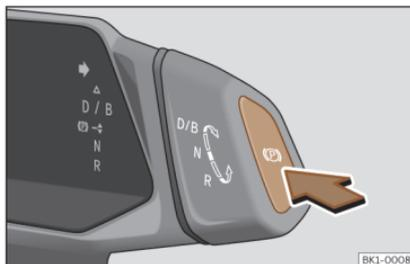

Fig. 118 En el selector de marchas: tecla del freno de estacionamiento electrónico.
- Con el vehículo detenido, pulse la tecla **(P)** >>> **fig. 118**.
- (P)** Cuando el freno de estacionamiento electrónico está conectado, el testigo de control se enciende en rojo en el cuadro de instrumentos, junto al selector de marchas.
- Pulse la tecla **(P)** >>> **fig. 118**. Se conecta el freno de estacionamiento electrónico.